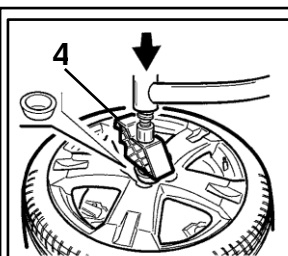

Рис. 9
При возникновении трудностей используйте инструмент прижима борта шины (4) для удерживания диска на зажимах поворотного стола и облегчения блокировки (по необходимости используйте центрирующий конус для облегчения этой операции) (Рис. 9).